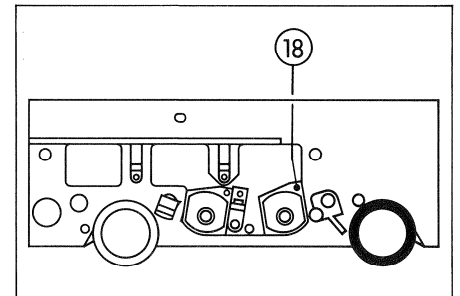

Fig. 5.31
2. SAFE-READY Schalter (63) auf SAFE.
3. MONITOR Schalter (64) auf REPRODUCE.
4. Schalter TERMINATION (65) auf ON.
5. Tonfrequenz-Millivoltmeter an Leitungsausgang (16) anschliessen.
7. Mit der Spaltjustierschraube (18) (siehe Fig. 5.31) den Wiedergabekopf auf Pegelmaximum justieren.
2. Turn SAFE-READY switch (63) to SAFE.
3. Turn MONITOR switch (64) to REPRODUCE.
4. Turn TERMINATION switch (65) to ON.
5. Connect audio-frequency millivoltmeter to line output (16).
7. Adjust azimuth to obtain maximum level by turning azimuth adjustment screw (18) (see Fig. 5.31).
2. 2-Kanal-Oszillograph an Leitungs-Ausgänge 1 und 2 (16) und (36) (CH I + CH II) anschliessen.
4. Die beiden Ausgangspegel des Gerätes auf identische Amplitude vorabgleichen. (Regler TREBLE/FAST (2) / (22) an den Einschüben REPROD AMP)
5. Wiedergabekopf mittels Spaltjustierschraube (18) Fig. 5.31 auf geringste Phasenwinkeldifferenz einstellen.